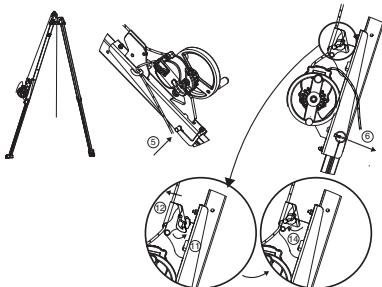

Abb. 9
**WICHTIG:** Auf die Einbaurichtung achten: die Kernmantelseilklemme muss zur Oberseite des Dreibaums TRACPODE™ weisen (Abb.9).
5. Den Befestigungsbolzen des Adapters für Gerät DEROPE™ UP R anbringen. Der Befestigungsbolzen hat zwei Funktionen: Verriegelung der Stütze des Dreibaums TRACPODE™ und Befestigung des Adapters für Gerät DEROPE™ UP R an der Stütze (Abb.9, 5).
6. Den Befestigungsbolzen mit dem Sicherungsstift verriegeln (Abb.9, 6).
11. Die Schotklemme des Adapters öffnen (Abb.9, 11).
12. Das aus dem DEROPE™-Gerät austretende Kernmantelseil in die Schotklemme des Adapters einführen (Abb.9, 12).
14. Die Schotklemme schließen (Abb.9, 14).